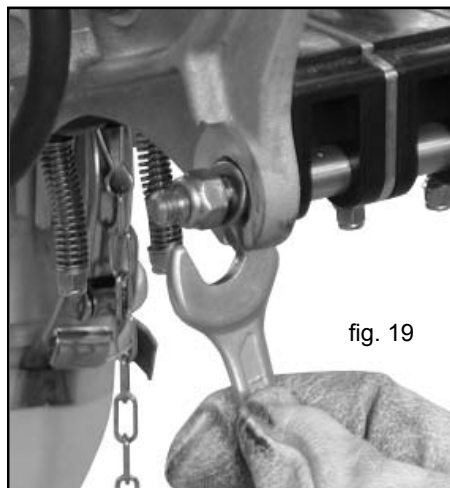

fig. 19
- 2) Estrarre le rondelle dalle sedi (Fig. 19).